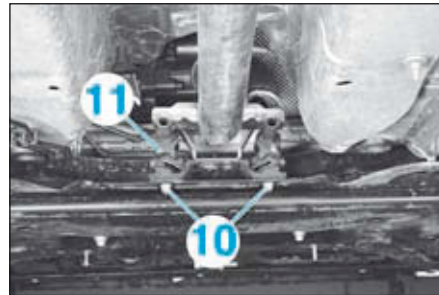

FIG.43
- Déposer les écrous (10) (Fig.43).
- Ecarter le support d'échappement (11).